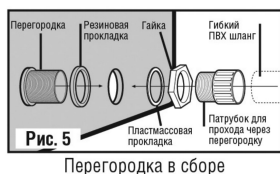

Рис. 5
- Установить две перегородки в заднюю часть скиммера до его спуска в яму. Необходимо убедиться, что резиновая прокладка установлена внутри скиммера (см. Рис. 5). В задней части фильтра имеется два отверстия для монтажа водопроводов различных конфигураций.